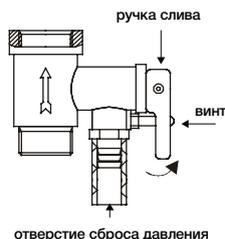

Рис. 12
6. Чтобы правильно слить воду из внутреннего бака, надо воспользоваться сливным отверстием (только для серии RS2) (для этого открытые заглушку, закрывающую сливное отверстие), также воду можно слить через комбинированный предохранительный клапан (рис.12) (для этого открутите винт ручки слива комбинированного предохранительного клапана и переведите ручку слива в верхнее положение, при это кран выхода горячей воды должен быть открыт, а кран подачи холодной воды в водонагреватель должен быть перекрыт).